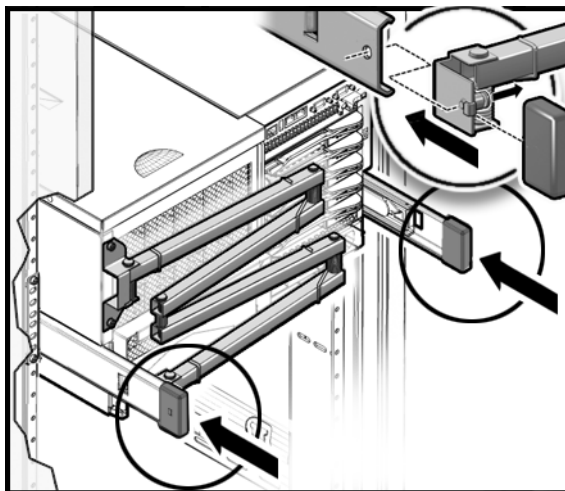

図 2-10 Sun SPARC Enterprise M4000 のスライドレールのエンドキャップ
- Sun SPARC Enterprise M4000 サーバーの場合は、エンドキャップを左右両方の背面レールに取り付けます (図 2-10)。